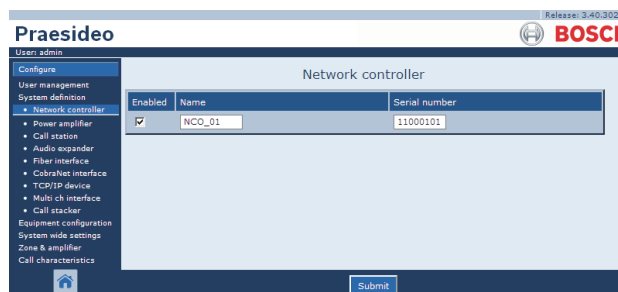

figura 43.3: Registrazione del controller di rete, passaggio 1
- 1 Passare a *Configure > System definition > Network controller*. Nella cornice principale dell'interfaccia web, appare una schermata simile a quella in figura 43.3.